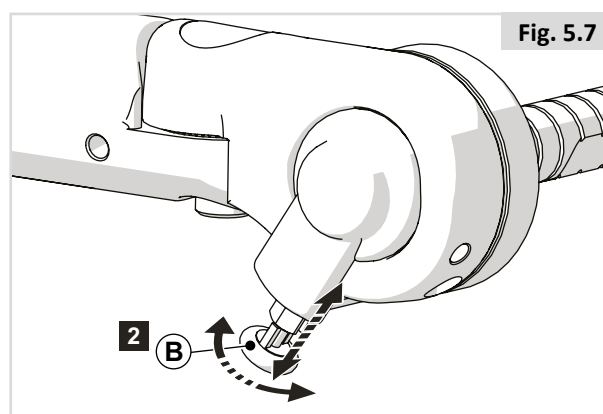

Fig. 5.7
Braccioli ribaltabili all'indietro (Fig. 5.7)
2. Bloccare il bracciolo in posizione ribaltata ruotando verso l'interno il dispositivo di bloccaggio (B). (Fig. 5.7)